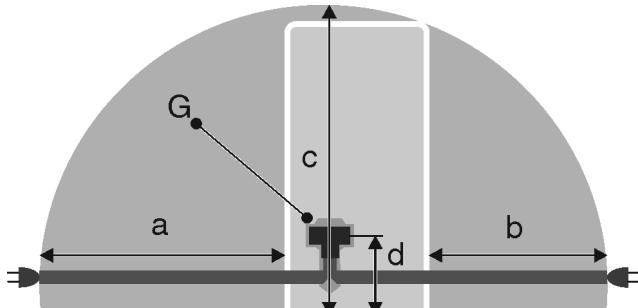

Fig. 55 Комбинирани хладилник-фризери / фризери / уреди с пълнообемен BioFresh*
- Контактът не е разположен зад уреда, а в областите a или b Fig. 55 (a, b, c).
- Включете щепсела на уреда Fig. 55 (G) от задната страна на уреда. Обърнете внимание на доброто фиксиране.